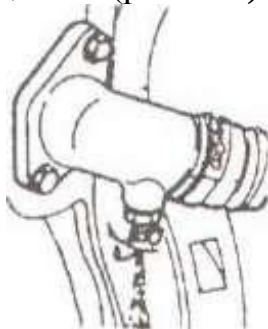

Рис. 3-7. Слив охлаждающей жидкости
- 2.) при отрицательной температуре окружающей среды для предотвращения размораживания двигателя после завершения работы трактора необходимо **сливать воду** из охлаждающей системы дизеля (рис. 3-7).